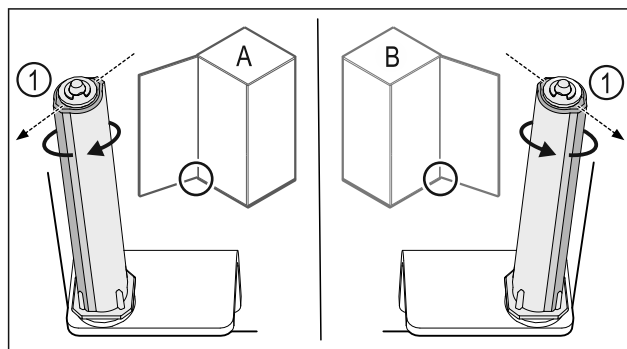

Fig. 28 Левое навешивание (A) / правое навешивание (B)
- Поворачивайте систему закрытия, преодолевая сопротивление до тех пор, пока ее ребро Fig. 28 (1) не будет направлено наружу.